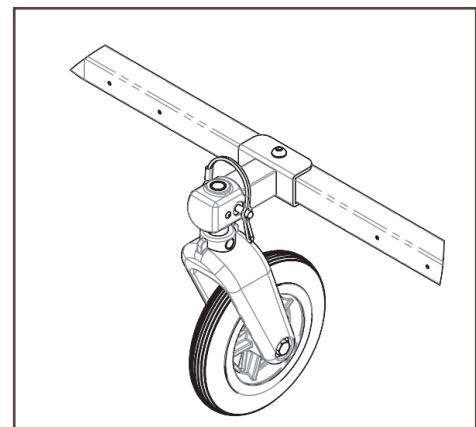

図32
5. ブラケットの一番上にある穴に固定ボルトを挿入し、ナットをブラケットの底部のボルトに通してしっかりと締めます(図32)。